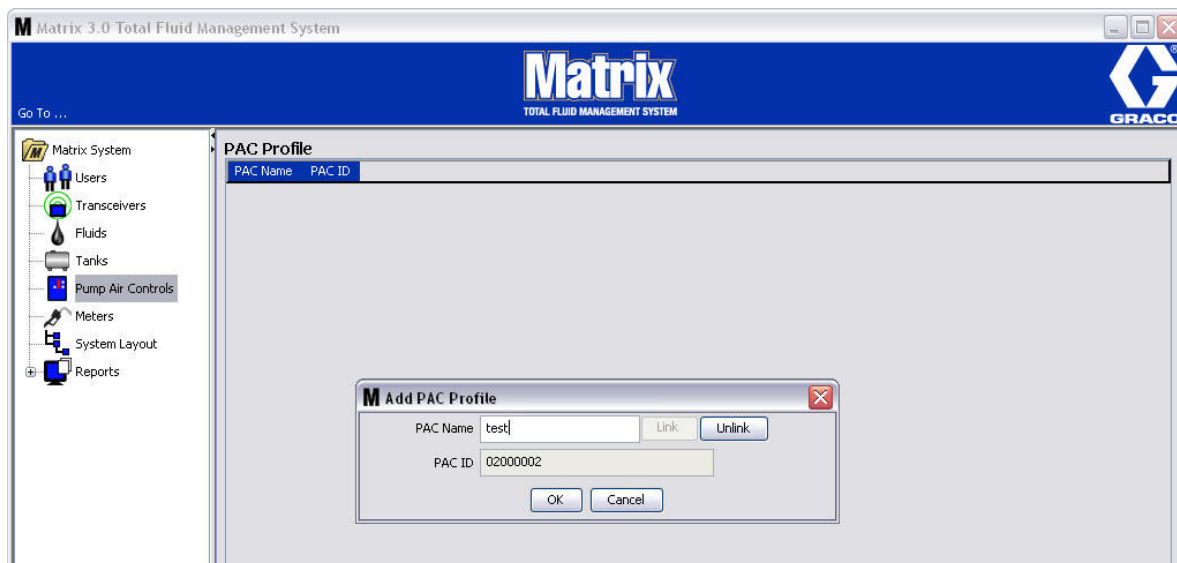

Рис. 82
- Идентификатор регулятора пневматического насоса отобразится в поле «PAC ID» [ИД регулятора] (Рис. 82). Нажмите кнопку «OK» [OK], чтобы закрыть окно и сохранить изменения.
Обратите внимание, что кнопка «Link» [Связать] (Рис. 82) больше неактивна; зато, стала активной кнопка «Unlink» [Отменить связь]. Если нажать кнопку «Unlink» [Отменить связь], связь между регулятором пневматического насоса и ПК системы Matrix разорвется.